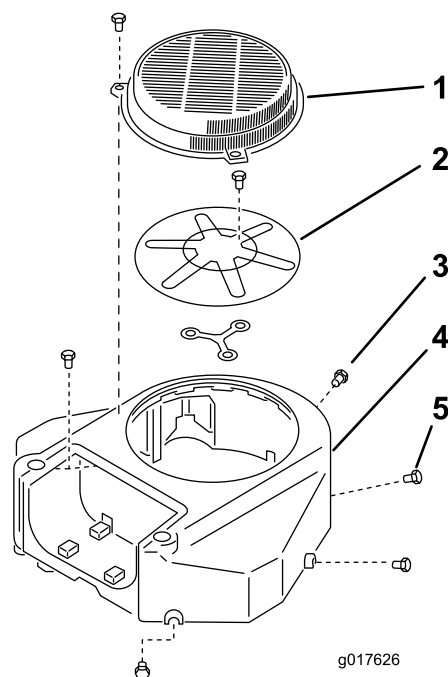

Figura 58
3. Retire la rejilla de entrada de aire y la carcasa del ventilador (Figura 58).
5. Instale la rejilla de entrada de aire y la carcasa del ventilador (Figura 58).